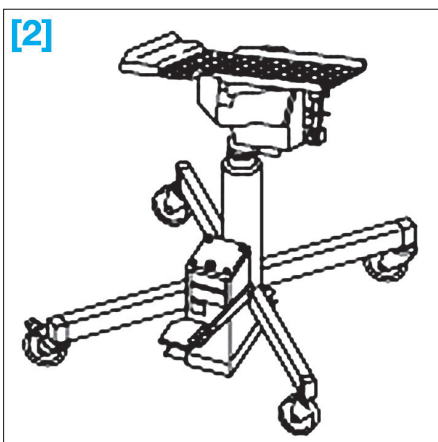

FIG. 5
- [2]. Elévateur Réf. VAG 1383 (Fig.5).